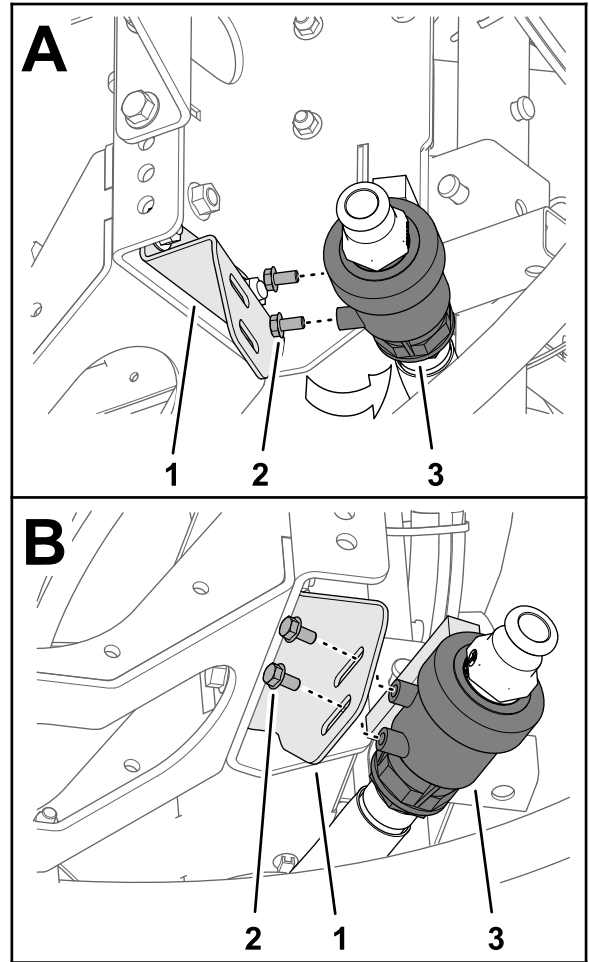

图 14
3. 从排水阀外壳上卸下 2 个凸缘头螺栓5/16 x 5/8 英寸图 14。